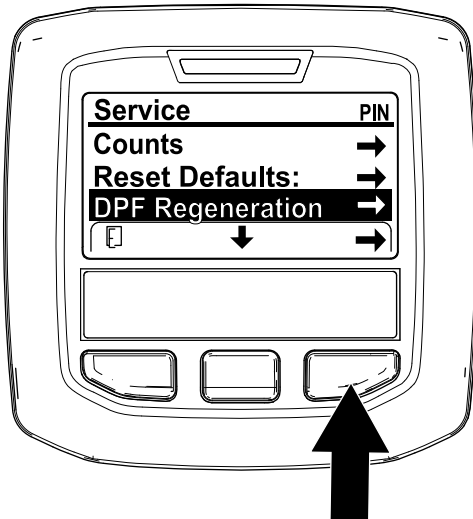

Figure 31
1. Dans le menu Entretien, utilisez le bouton central pour naviguer jusqu'à l'option DPF REGENERATION (régénération du FAP) (Figure 31).
2. Appuyez sur le bouton droit pour sélectionner l'option DPF Regeneration (Figure 31).